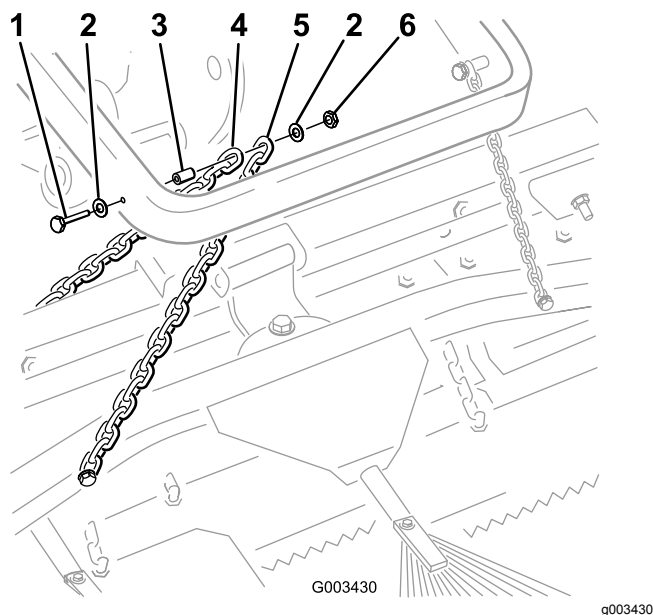

Figura 6
- B. Fissate ogni catena a lato del braccio di sollevamento con un bullone ($\frac{3}{8}$ " x $2\frac{1}{2}$ "), 2 rondelle ($\frac{3}{8}$ " x $\frac{7}{8}$ "), un distanziale e un dado ($\frac{3}{8}$ ") come illustrato nella Figura 6